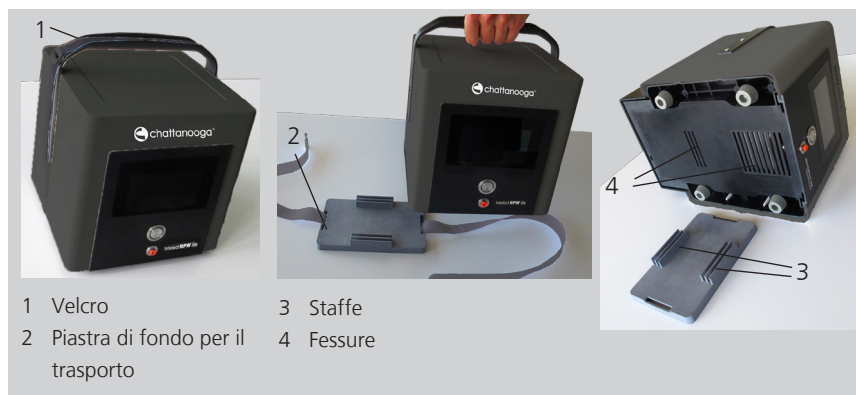

Figura 3-3 Rimozione della piastra di fondo per il trasporto
- Sollevare l'apparecchio dalla piastra di fondo (Figura 3-3).
- Sollevare l'apparecchio sulla piastra di fondo in modo che le fessure sul fondo dell'apparecchio si trovino in corrispondenza delle staffe della piastra di fondo per il trasporto (vedi Figura 3-3).